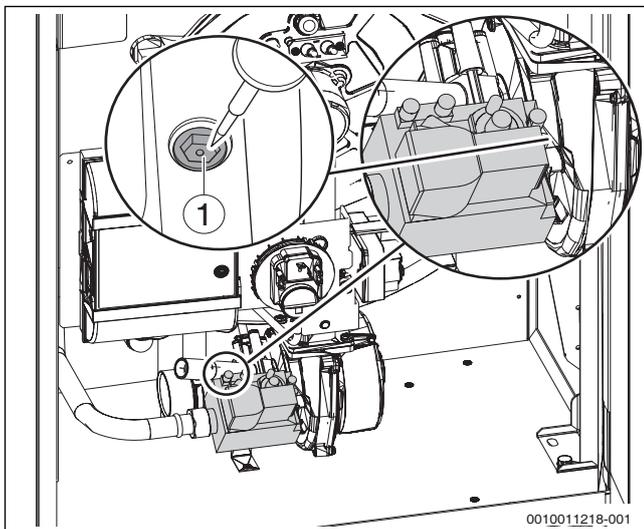

Bild 54 CO2-Einstellung bei Volllast vornehmen
- Bei CO2-Werten < 8,5 % oder > 9,6 % die Einstellung an der Volllast-Einstellschraube korrigieren (→ Bild 54 und Tabelle 12).